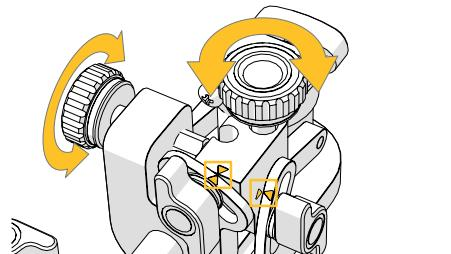

Figura 3: Ajuste de la rueda para la alineación de las flechas.
4. Ajuste los mandos de ajuste rotacional de modo que las flechas marcadas en la figura 3 coincidan. La posición nominal del brazo se alcanza alineando las puntas de las flechas.